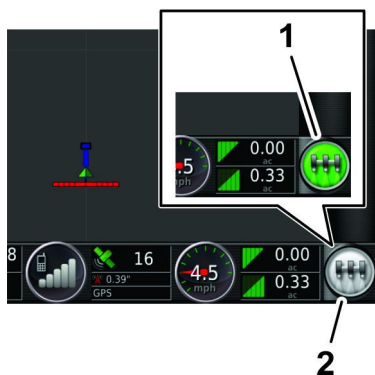

Figure 200
8. Sur la console de commande GeoLink, appuyez sur l'icône COMMANDE GÉNÉRALE pour l'Figure 200 activer (VERT) ( ).